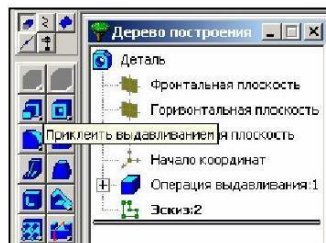

Рисунок 3
2) на Інструментальній панелі активізуємо команду *"Приклеїти видавлюванням"* (рис.3). В діалоговому вікні *Параметри* задаємо параметри елемента видавлювання, вказуємо напрямок видавлювання і завершуємо роботу з командою.